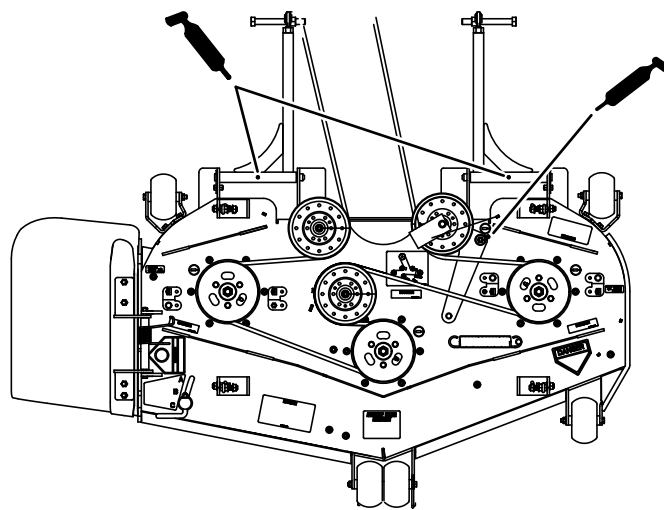
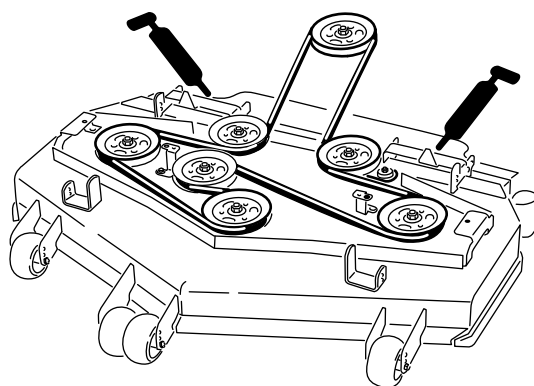

Figura 50
Figura 51
6. Ingrassate il braccio di rinvio della cinghia sul piatto di taglio del tosaerba (Figura 50).
7. Lubrificate i raccordi sui bracci di spinta (Figura 50 o Figura 51).